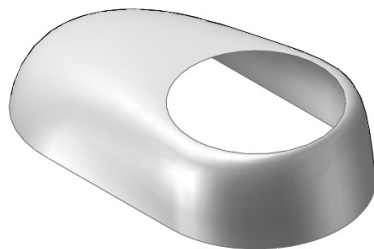

图 6-158 曲面模型
- (4) 曲面模型如图 6-158 所示，先建立 3D 草图，再生成放样曲面模型。